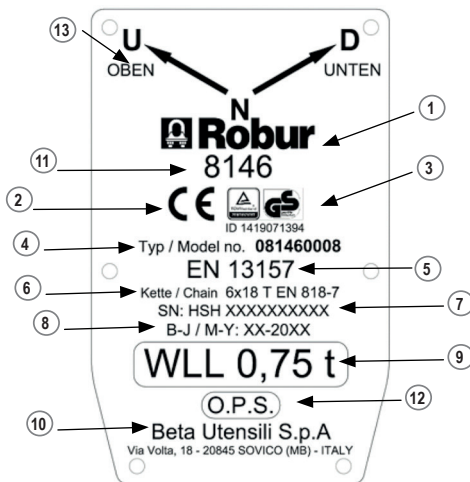
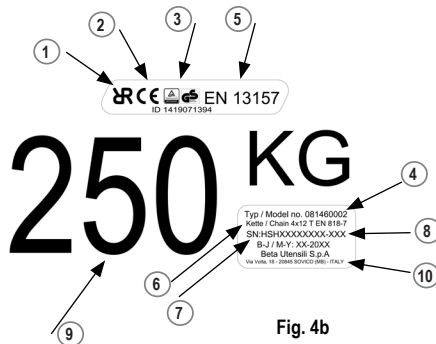

Fig. 4a
Fig. 4b
Tutte le informazioni del paranco sono contenute su una targha dati fissata al paranco stesso (Fig. 4a - Fig. 4b).
** Per altezze di sollevamento diverse da quelle riportate nella tabella delle specifiche tecniche, il numero di modello riportato sulla targa dati in Fig.4a e 4b è sempre quello relativo al modello con altezza di sollevamento testata dal TUV, ovvero 1,5m. In questi casi è inoltre applicata una ulteriore targa dati in prossimità del fine corsa inferiore. L'altezza di sollevamento, e quindi la lunghezza della catena, non sono influenti ai fini della rispondenza alla norma.